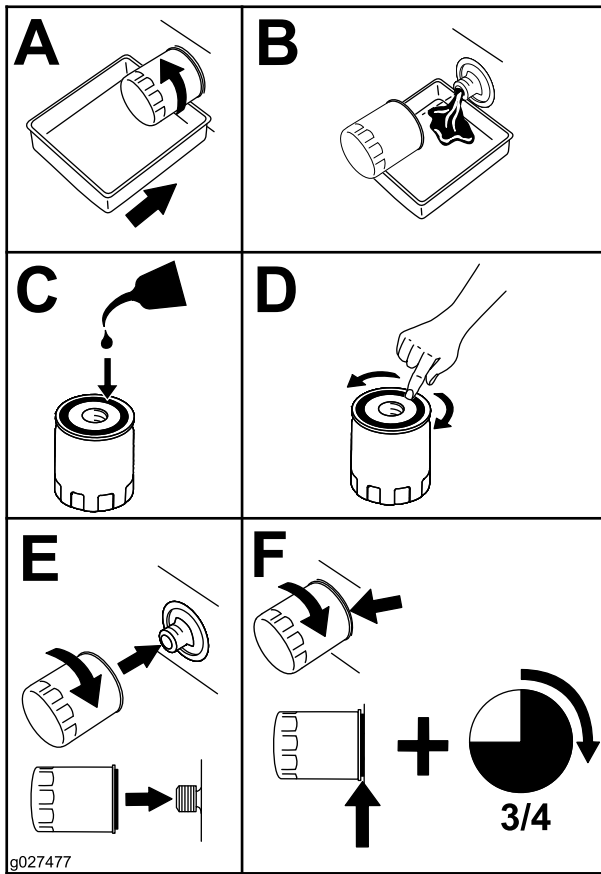

Figura 75
5. Sustituya el filtro de aceite del motor (Figura 75).